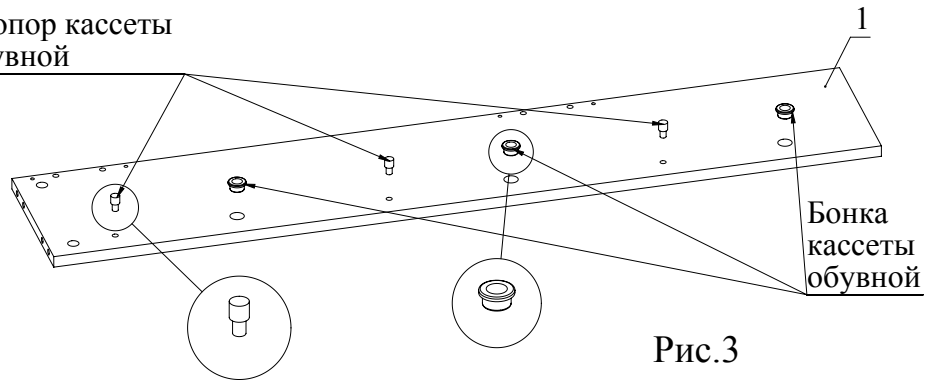

Рис.3
2. В соответствующие отверстия деталей 1, 2 вставить стопор кассеты обувной, бонку кассеты обувной (Рис. 3).